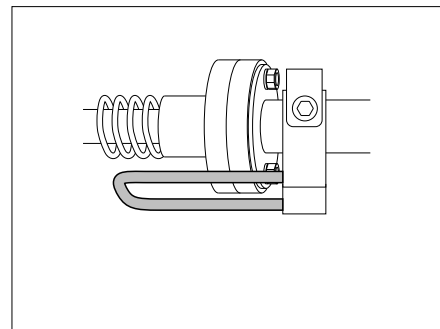

Bild 149 Sicherungshebel in Stellung gesichert
- ▶ Vor der Benutzung des Bettes prüfen, ob sich der Sicherungshebel in der gesicherten Position befindet (Bild 149).
- Sicherungshebel in die gesicherte Position stellen (Bild 149).